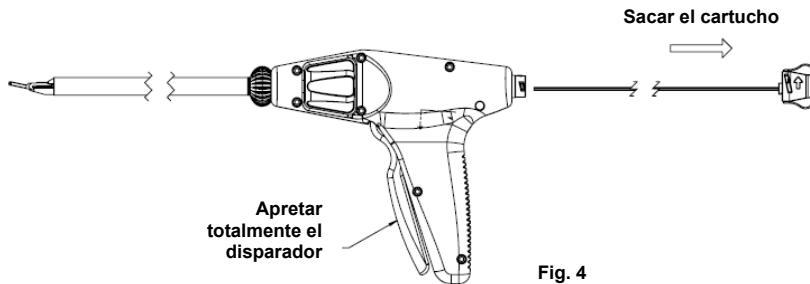

Fig. 4
1. Saque y deseche el cartucho desechable de clips apretando el disparador a fondo contra el mango, como se ilustra en la Fig. 4. Si no se han disparado todos los